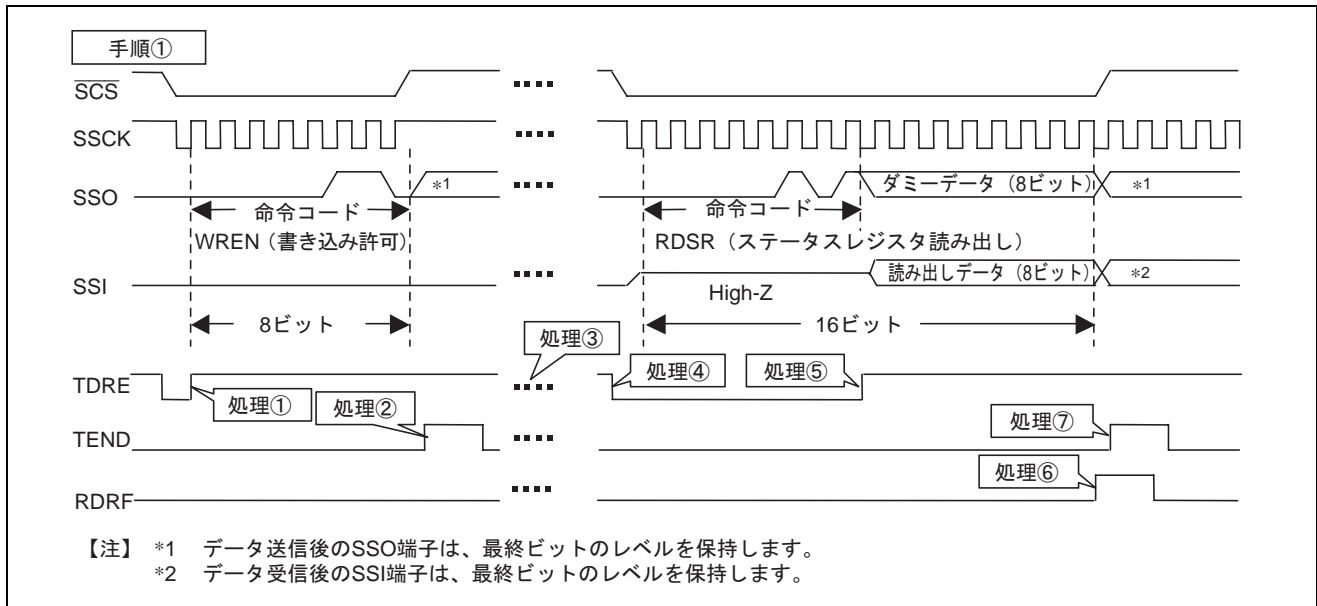

図3 通信内容と動作内容（書き込み許可状態へのセット / 書き込み許可状態の確認）
- 図 3 に通信内容と動作内容を示します。また、表 6 にソフトウェアおよびハードウェア処理内容を示します。